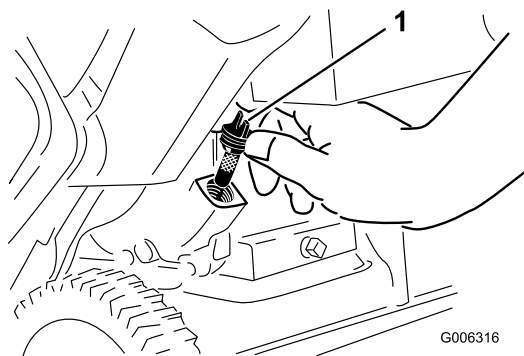

Figure 31
6. Nettoyez la surface autour du bouchon de remplissage (Figure 31).
7. Dévissez et retirez le bouchon de remplissage (Figure 31).